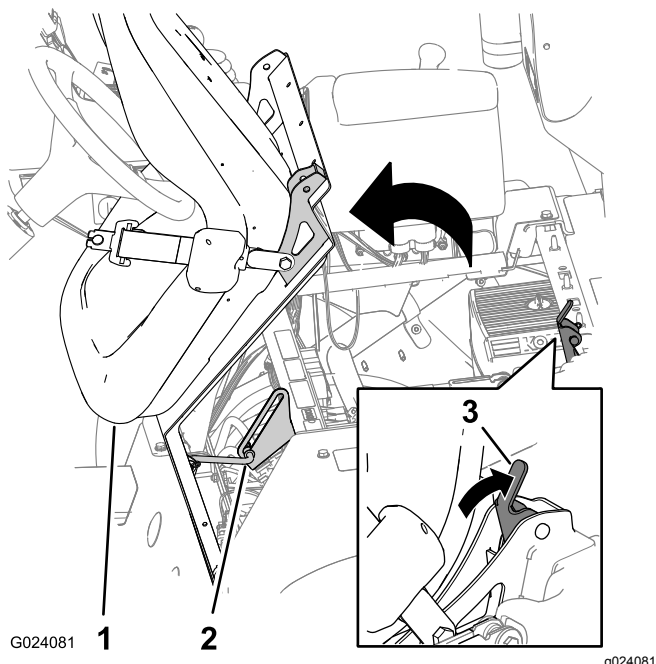

Figura 3
1. Desenganche el asiento empujando hacia atrás la palanca de enganche del asiento (Figura 3).
2. Gire el asiento y la chapa del asiento hacia delante, hasta que el extremo de la varilla de sujeción esté en la parte inferior de la ranura del soporte (Figura 3).